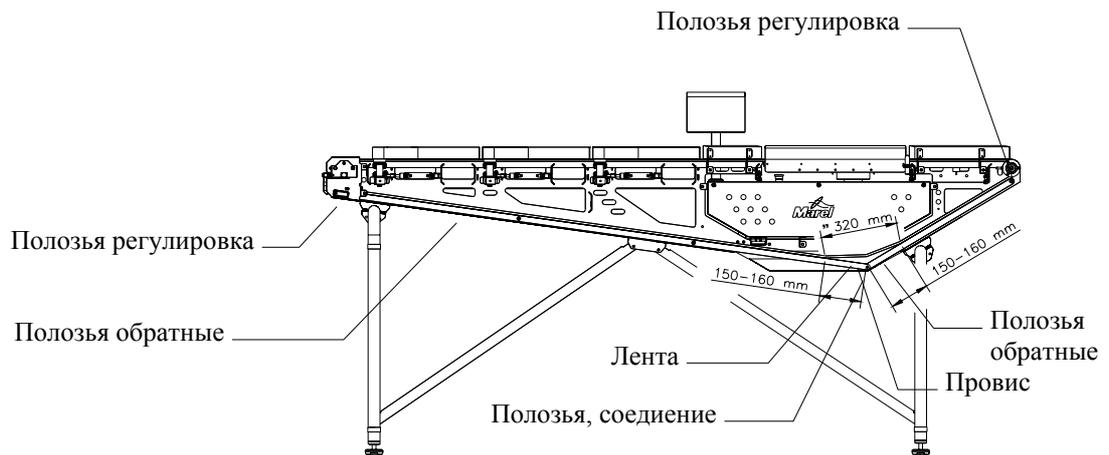

Рис. 18 Натяжение ленты, транспортер в действии.
Еже месячно:	<ul style="list-style-type: none"><li>• Проверять кнопку аварийного останова.</li><li>• Проверить уловитель воды (пневмосистема).</li><li>• Проверить натяжение и общее состояние транспортной ленты (см. Рис. 18).</li><li>• Проверить, что датчик ленты не выступает из</li></ul>
- натяжение ленты правильное (см. Рис. 18)
Натяжение ленты (провис) должно быть как можно ближе к значениям, как на Рис. 18.
При регулировке натяжения (провиса) ленты, нужно слегка ослабить регулировочный кронштейн и затем слегка двигать мотор вперед/назад, пока не будет достигнут провис согласно Рис. 18.
- 3 Вручную двигать мотор вперед или назад и при достижении провиса согласно Рис. 18, затянуть кронштейн.